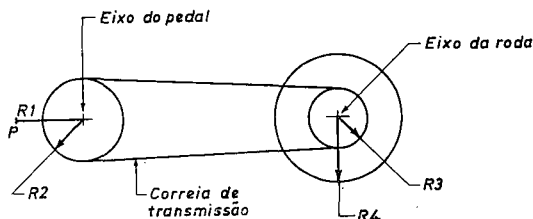

Fig. 1 — Esquema do sistema de transmissão do movimento.
Na Fig. 1 está representado o esquema do sistema de transmissão do movimento desde
Representem vectorialmente, no ponto P da Fig. 1, a força eficaz para a rotação do eixo do pedal. Justifiquem a representação efectuada.
3. Estabeleçam uma relação analítica entre a velocidade linear ( $v_1$ ) em P (Fig. 1) e a velocidade linear de um ponto da periferia da roda traseira ( $v_2$ ).